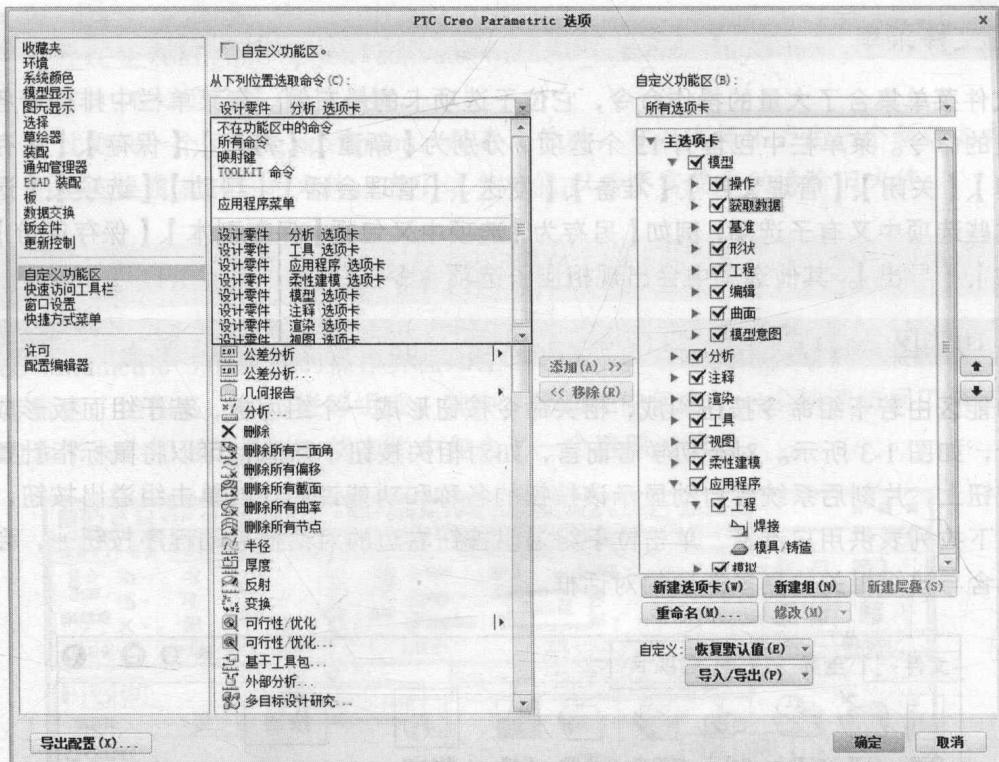

图 1-4 【PTC Creo Parametric 选项】对话框
- ① 单击【文件】菜单中的【选项】按钮，系统弹出如图1-4所示【PTC Creo Parametric 选项】对话框，再单击【自定义功能区】选项卡。
- ② 打开【从下列位置选取命令】下拉列表框，如图1-4所示。单击各个选项，方框中会显示相应的命令图标和名称。单击有下三角图标命令，将会激活【添加】按钮，单击此按钮，预选命令将会添加到右侧预选选项卡中，单击对话框中的【确定】按钮，操作界面功能区中将新增添加的按钮。单击【PTC Creo Parametric 选项】对话框中的命令图标，片刻后显示该按钮的路径，这将帮助用户寻找新增命令按钮的位置。在对话框右下角单击【新建选项卡】按钮可新建选项卡，单击【新建组】按钮可新建组面板。在新建组面板完成后将激活【新建层叠】按钮。